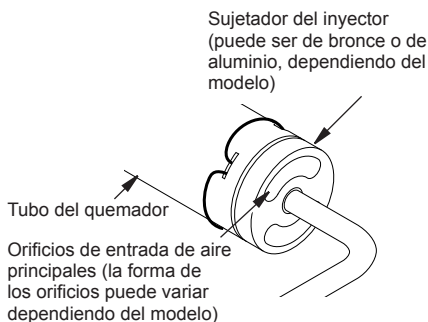

Figura 32 - Sujetador del inyector en el tubo de salida del quemador
2. Inspeccione el quemador, el piloto y los orificios de entrada de aire principales del sujetador del inyector en busca de polvo y suciedad (consulte la figura 32).